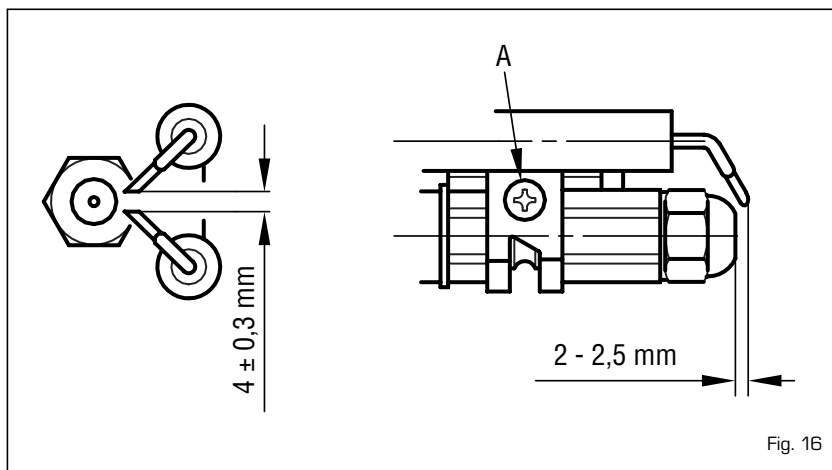

Fig. 16
4.7.2 Pulizia testa di combustione (fig. 16)
Per effettuare la pulizia della testa di combustione procedere come segue (fig. 16):
- Allentare la vite di fissaggio (A fig. 16) del supporto elettrodi e sfilarlo.